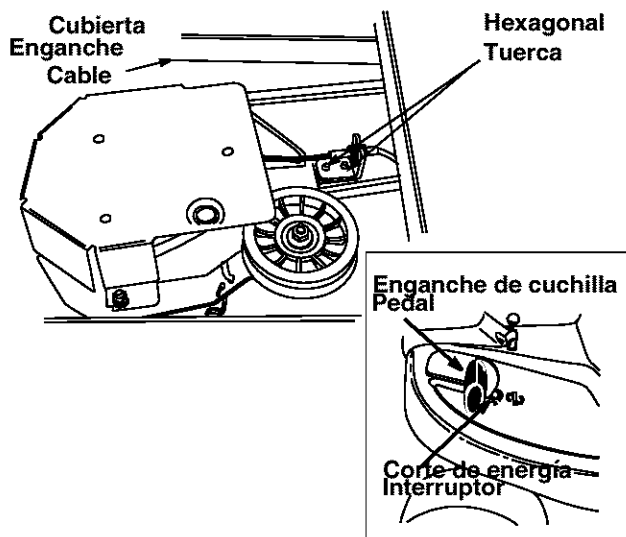

Figura 13
El pedal de enganche de la cuchilla debe ajustarse de modo que si lo presiona aproximadamente 3/4" desde el frente de la ranura, comience a enganchar la banda de la cubierta. Ver Figura 13 .
El ajuste en el pedal de freno de la cuchilla se hace en el extremo del cable. Ver Figura 13.
1. Si la banda se patina cuando presiona el pedal de enganche de la cuchilla aproximadamente $3/4$ ", afloje las dos tuercas hexagonales en el cable. Ver Figura 13.
2. Si la banda se engancha antes de que el pedal de enganche de la cuchilla esté a $3/4$ " del interruptor de corte de energía, apriete las dos tuercas hexagonales en el cable. Ver Figura 13.